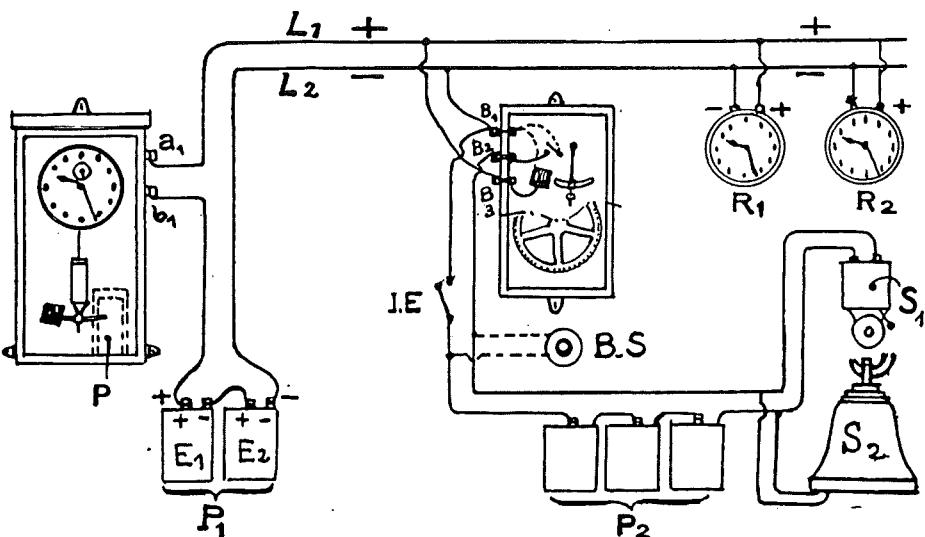

Fig. 19. — Schéma de montage d'une réceptrice à déclenchement de sonneries.
**Schéma de montage.** — L'installation à réaliser est représentée sur le schéma ci-contre (fig. 19). Le bouton électrique B.S permet de commander éventuellement la sonnerie à la main. L'interrupteur I.E permet de supprimer à volonté la commande de la sonnerie par la pendule.